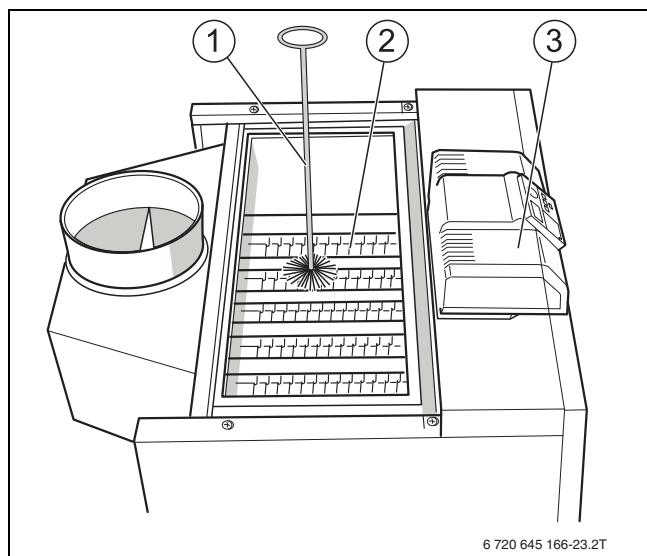

Рис. 60 Чистка газоотводящих каналов
- ▶ Снимите крышку люка для чистки с коллектора дымовых газов (→ рис. 60 [2], стр. 44).